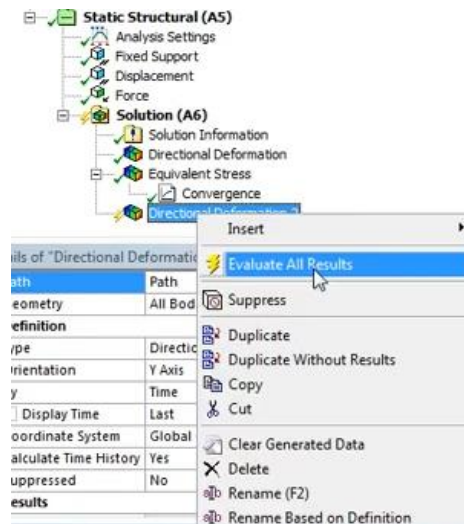

Рис. 21.
*Solution(A6)* → *Directional Deformation2* → *Evaluate All Results* (рис. 21)